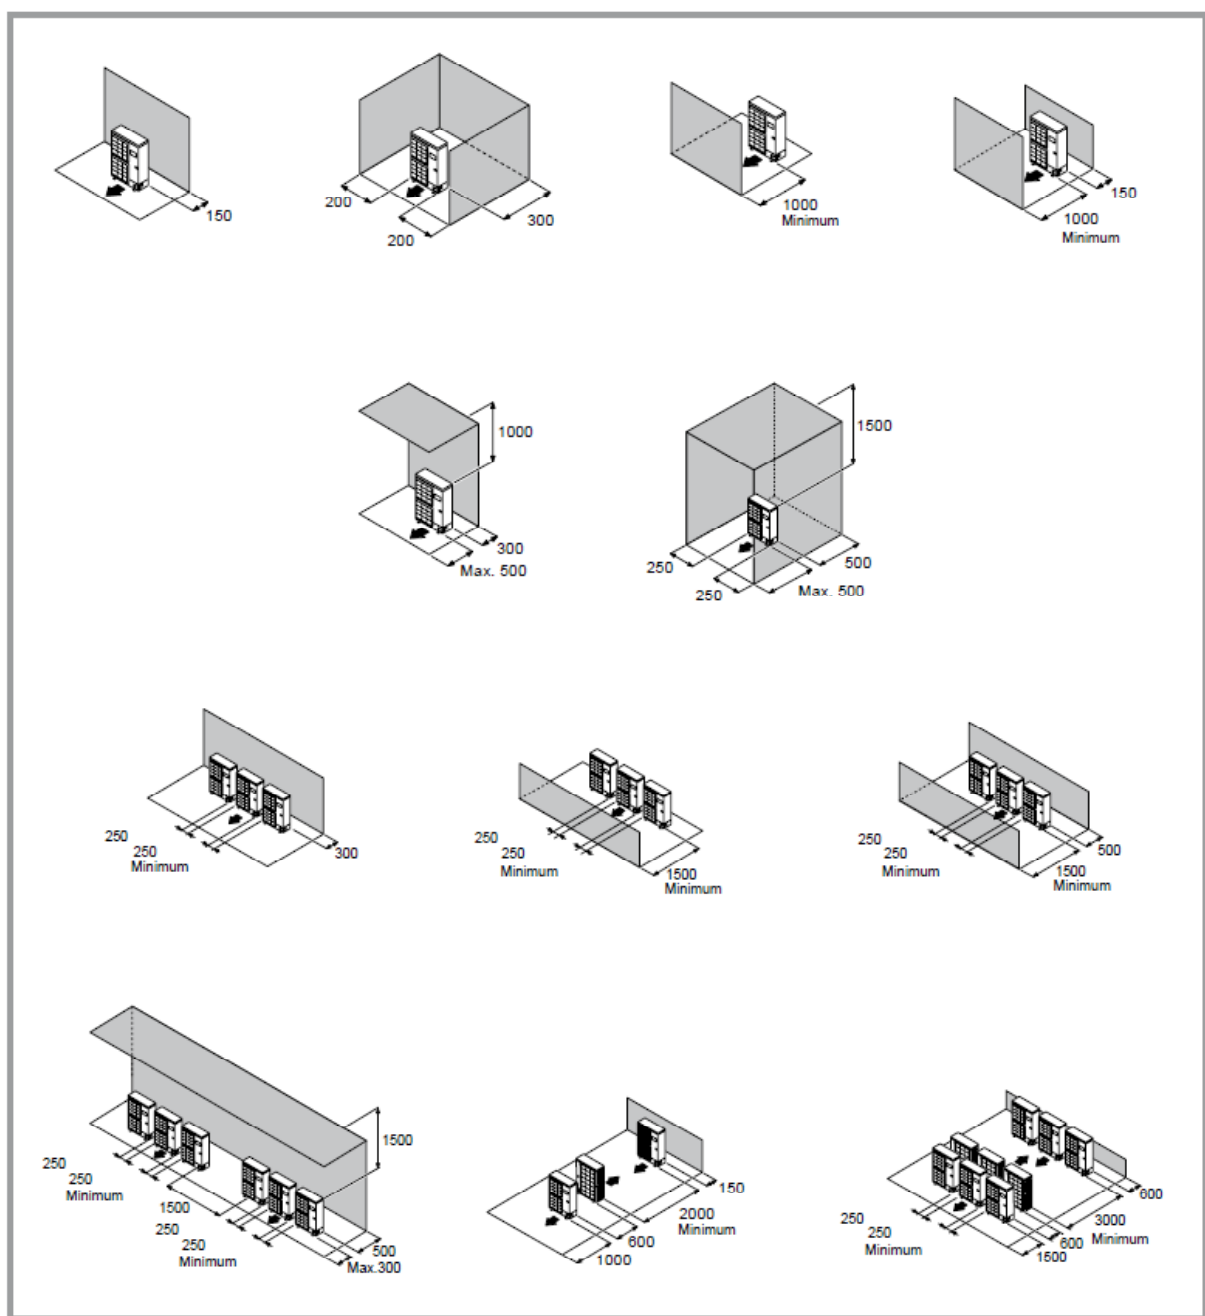

Bild 11 – Minsta installationsutrymmen runt aggregatet (alla modeller)
Utomhusaggregatet får bara installeras utomhus. Om ett skydd behövs, måste det ha breda öppningar på de fyra väggarna och utrymmesmåtten (bild 11) ska följas.
- Det måste vara lätt att nå aggregatet för framtida installation och underhåll (bild 11).
- Inget får störa luftcirkulationen genom förångaren och från fläkten (bild 11).